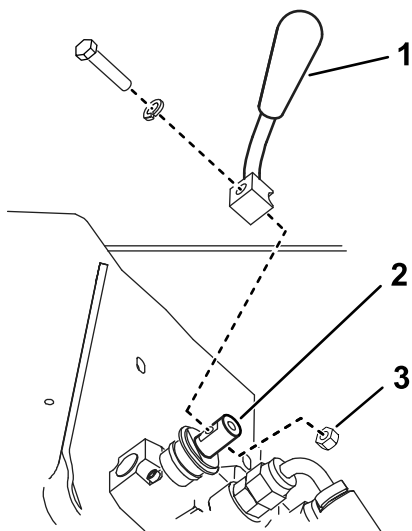

Figura 3
2. Fissate la leva alla valvola di selezione della velocità utilizzando il bullone, la rondella elastica e il dado, come illustrato nella Figura 3.